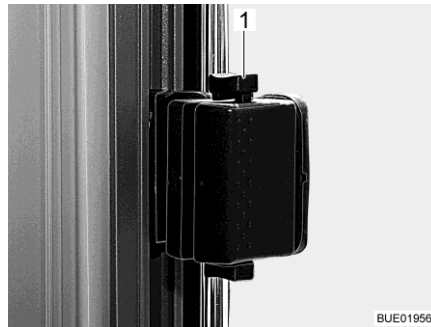

Bild 103 Skjutfönster, låst
- Tryck ned låset (Bild 103,1).